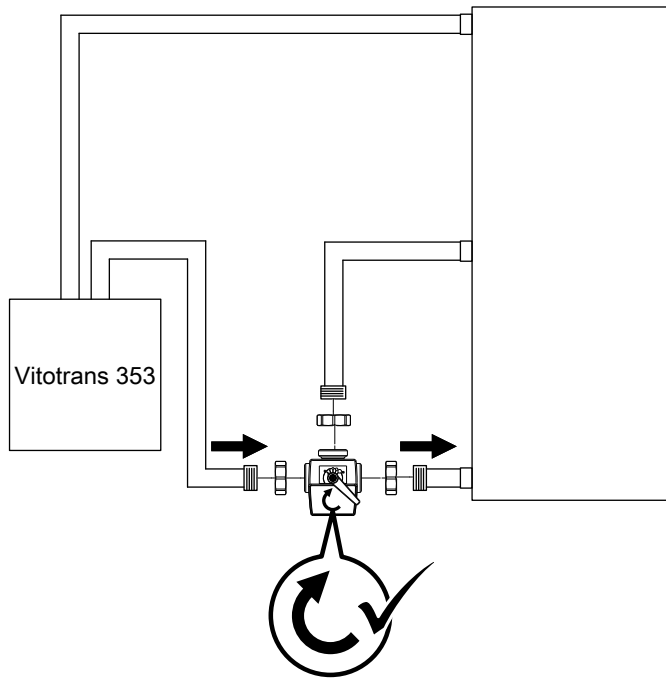

Abb. 15
1. Montageposition des 3-Wege-Umschaltventils entsprechend Abb. 15 und 16 feststellen.